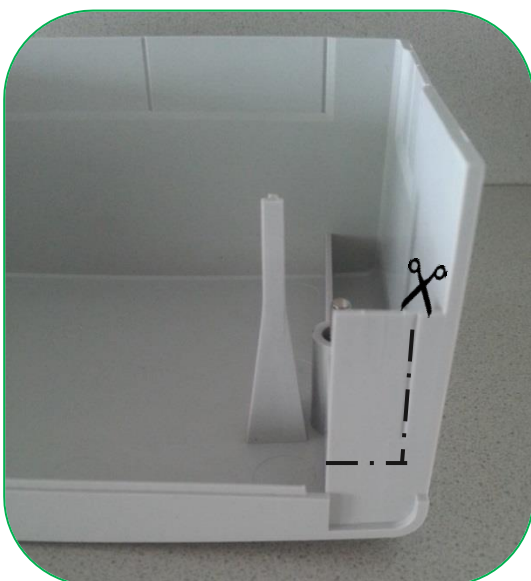

Bild 49: Abtrennen von Barriere
9. Vor Klemmendeckel Montage ist die Barriere links oder/und rechts unter Klemmendeckel (nur im Fall das SMGw im Einsatz; je nach Belegung von Kabeln) entsprechend zu abtrennen (siehe Bild 49).